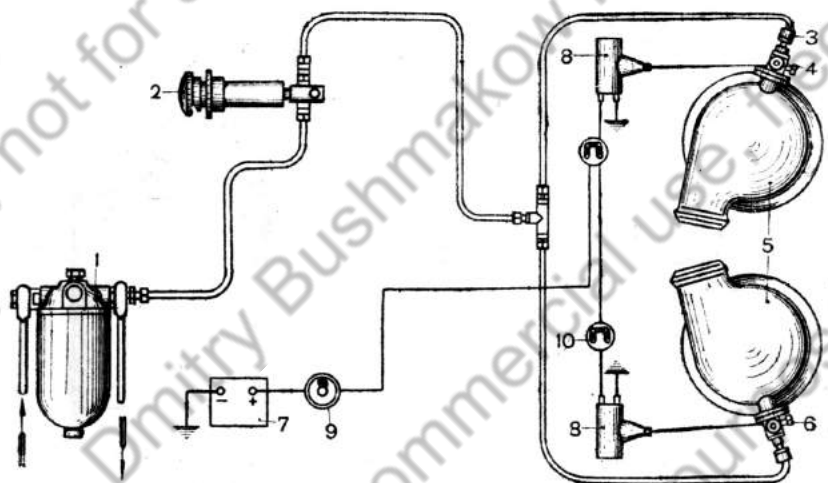

Рис. 101. Схема подогревающего устройства:
Для подогрева зимой всасываемого цилиндрами воздуха на танке имеется специальное устройство (рис. 101).
- две обмотки (рис. 101) для образования искры на контактах свечей;